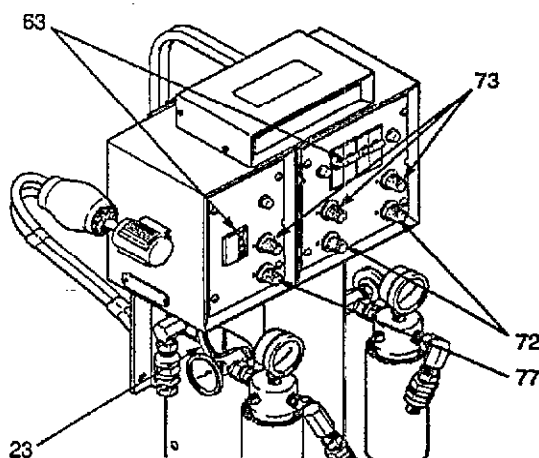

Fig. 24
4. Encender los calentadores. Ver Fig. 24.